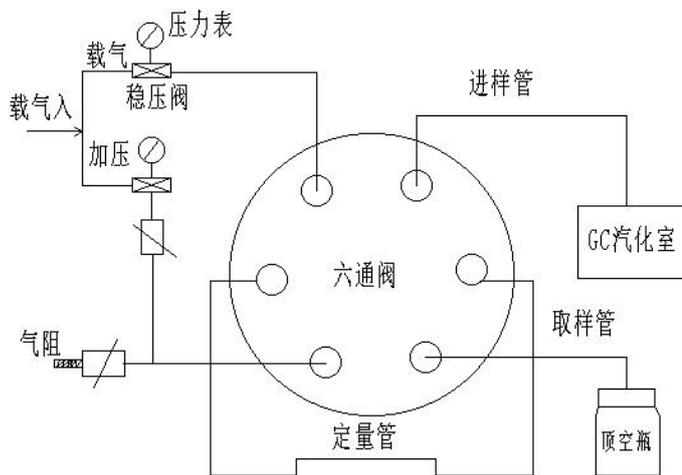

图 6-3 气路系统工作原理示意图
6.3 HDK-3001 半自动顶空进样器气路系统工作原理见示意图 6-3